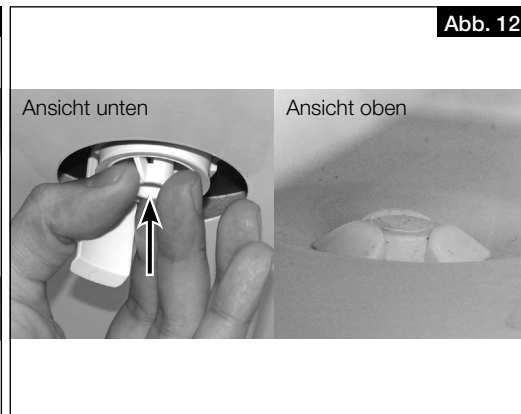

Abb. 12
2. Befestigungsteil von unten in die Öffnung der Bodenwanne stecken, bis die Krallen an der Blechkante der Bodenplatte einrasten (s. Abb. 12).